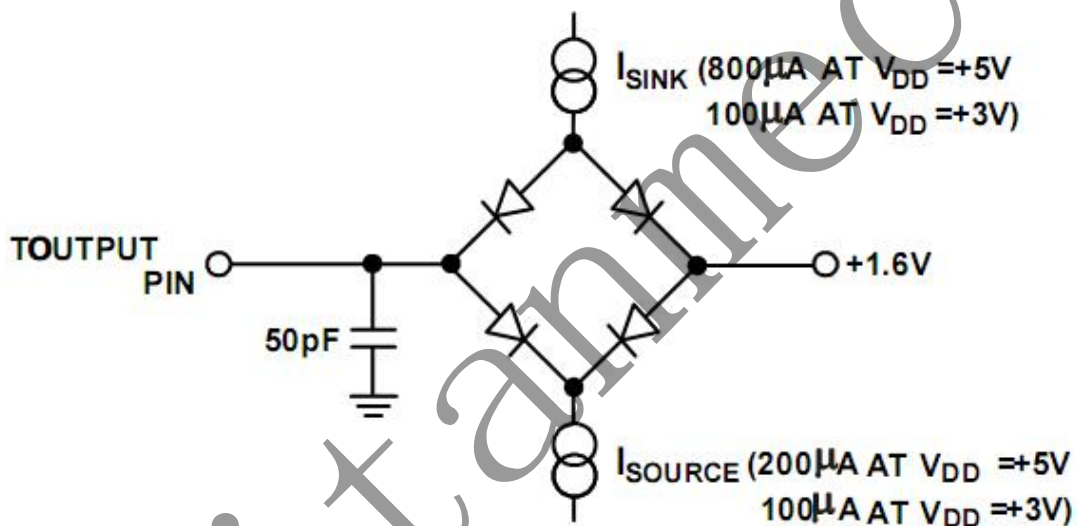

图1 访问时间和总线撤回时间的负载电路图
5. 这些数字是在图 1 的负载电路下测定的。它们被定义为输出通过  $V_{OL}$  或  $V_{OH}$
6. 该数值是在数据输出为 0.5V 时测量的 (负载情况如图 1 所示)。然后被测的数值又推演回来, 以消除对 50pF 电容器充电或放电的影响。这就是说定时参数表中提到的所有时间值都是真正的总线撤回时间 (relinquish time), 而因此与外部的总线负载电容无关。